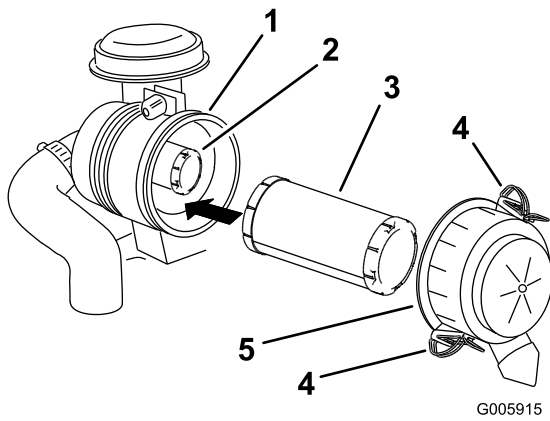

Figura 46
3. Abra los cierres del limpiador de aire y tire de la tapa de la entrada de aire para separarla del cuerpo del limpiador de aire (Figura 46).
5. Extraiga con cuidado el filtro primario de la carcasa del limpiador de aire (Figura 46).
2. Si va a cambiar el filtro interno, deslícelo cuidadosamente en el cuerpo del filtro (Figura 46).
3. Deslice cuidadosamente el filtro primario por encima del filtro interno (Figura 46).
5. Sujete la tapa con los enganches (Figura 46).